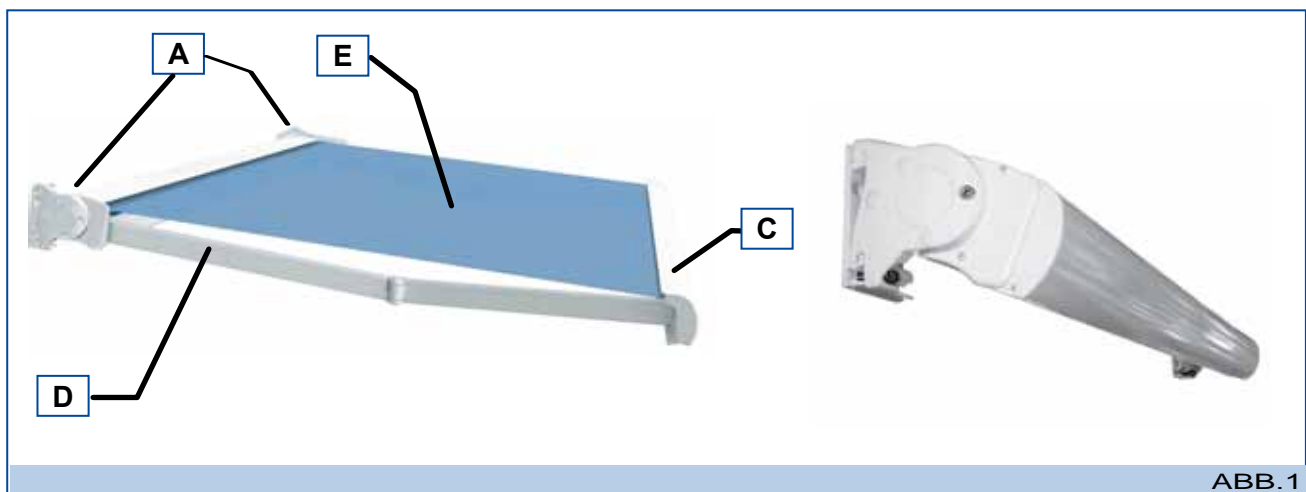

ABB. 1
- Metallstruktur: Die Metallstruktur ist der Tragrahmen und in seinem Innern befinden sich die verschiedenen Antriebe zum Ein- und Ausfahren der Markise. Die Metallstruktur setzt sich aus 2 Trägern (A – Abb. 1), einer Fallstange (C – Abb. 1), Gelenkarmen+ (D – Abb. 1), die mit ummantelten Band oder einer Edelstahlkette ausgerüstet sind und einer Tuchwelle.
- Tuch (E – Abb. 1): Hat eine Abdeck- und Schutzfunktion der Markise.
Die Markise wird mit Hilfe der Handkurbel (A – Abb. 1) und einem Getriebe (B – Abb. 1) ein- und ausgefahren.